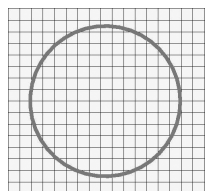

图 7-24 绘制一个圆
(1) 选择菜单栏中的“放置”→“圆弧”命令，在电路板上绘制一个圆，如图 7-24 所示。